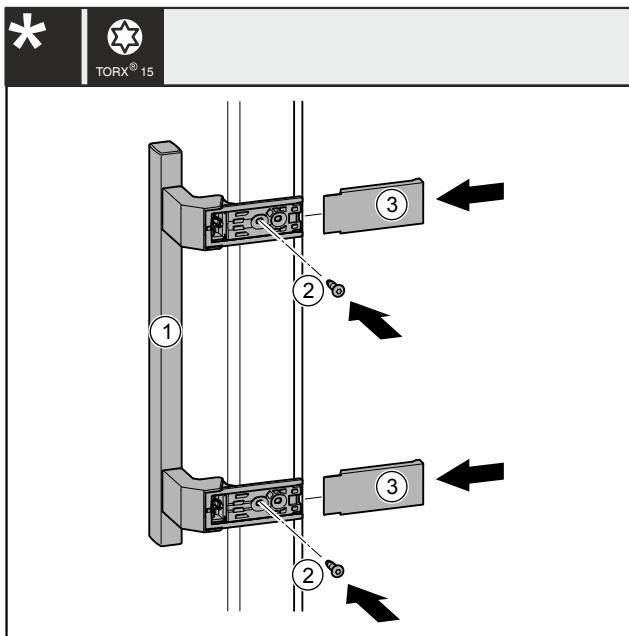

Fig. 42
- ▶ 将把手 Fig. 42 (1)放到反面。
- ▶ 将螺钉 Fig. 42 (2)用螺丝刀拧紧。
- ▶ 将盖板 Fig. 42 (3)放置到侧面并插入，使其卡紧。